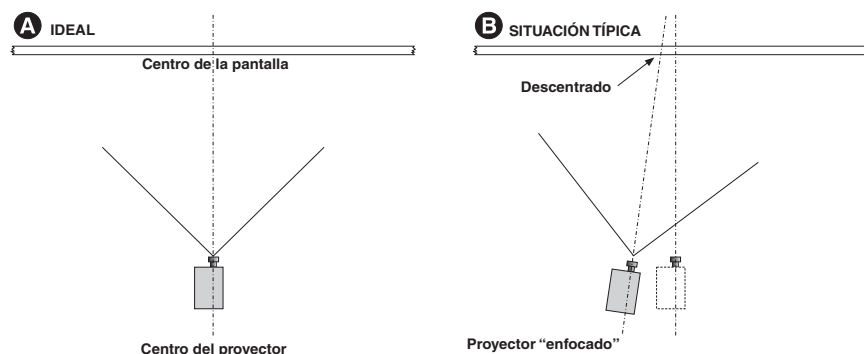

Figura 2-1 Posicionamiento del proyector
1. Coloque el proyector a una distancia focal (distancia del proyector a la pantalla) adecuada y en posición vertical. Si es posible, centre el proyector con respecto a la pantalla de proyección. En caso de tener que disputar el espacio con otro proyector cinematográfico instalado, coloque el proyector ligeramente descentrado como se muestra en la **Figura 2-1**. Esto aumentará ligeramente la distorsión trapezoidal, pero reducirá la compensación de lente horizontal necesaria.